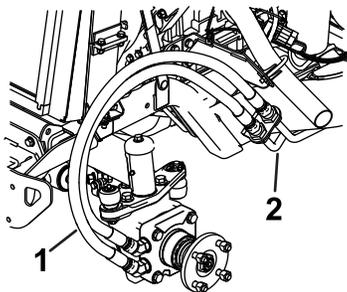

Figura 2
1. Retire las mangueras hidráulicas existentes de las líneas hidráulicas delante de la rueda e instale de inmediato los tapones en las líneas hidráulicas (Figura 2 y Figura 3).